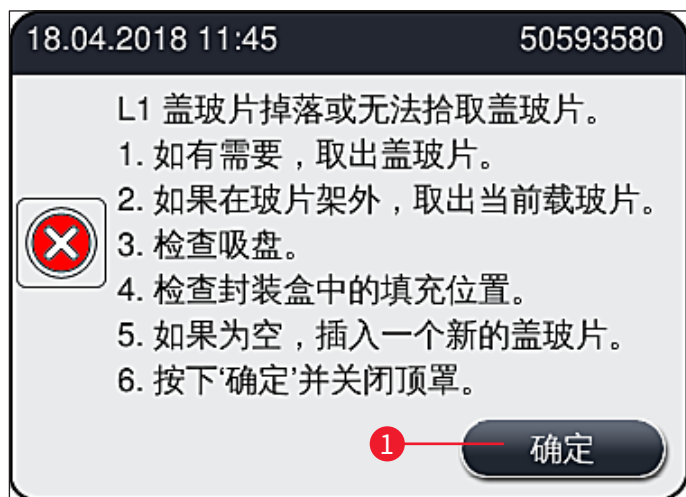

图 111
如果拾放模块在向载玻片传送的过程中掉落盖玻片,或如果拾放模块经过 3 次尝试仍无法从盖玻片封装盒中取出一张盖玻片,用户就会收到一条这种情况的错误消息通知(→图 111)。
- ① 如果显示该消息(→图 111), 用户必须首先检查是否在向载玻片传送过程中掉落了盖玻片, 或拾放模块是否无法从盖玻片封装盒中取出盖玻片。